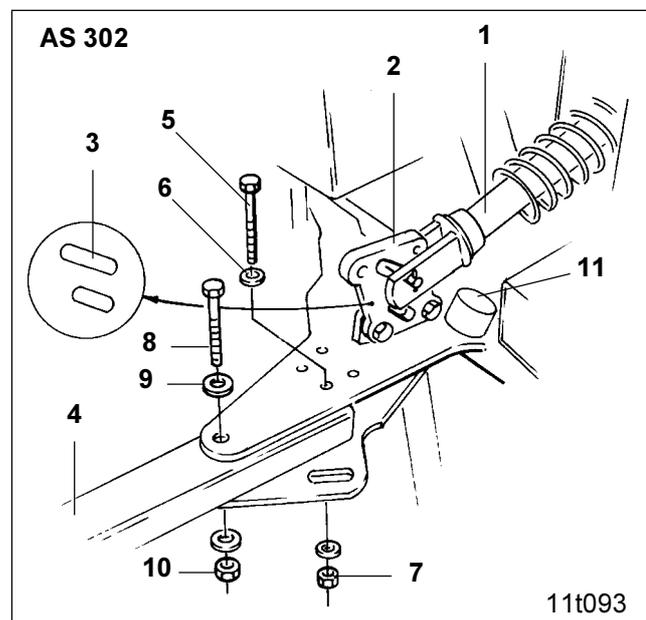
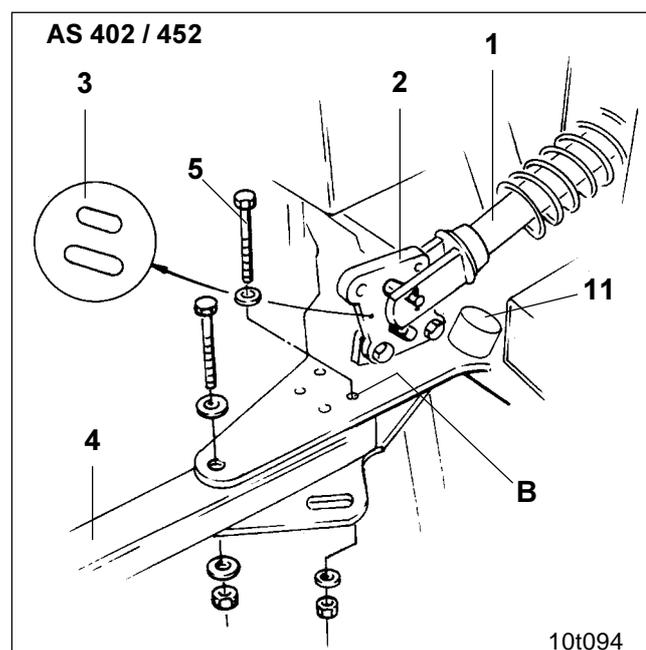
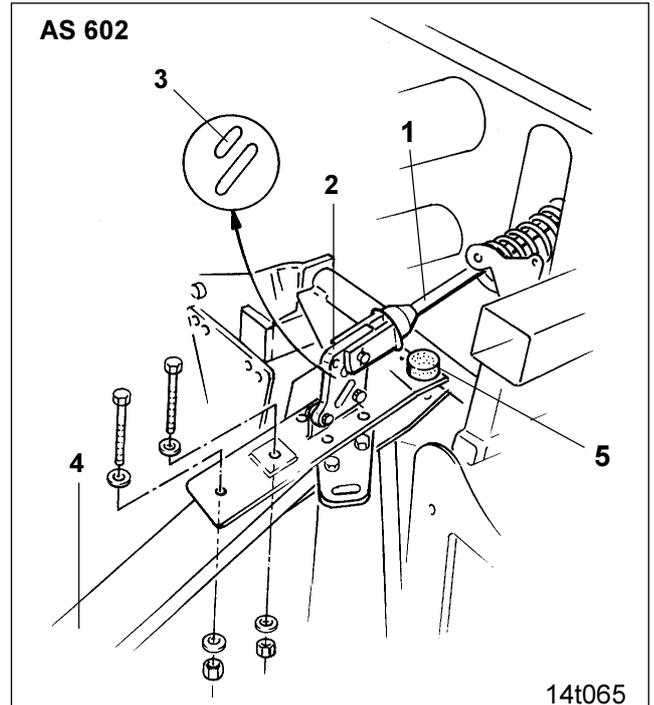

Fig. 24.5
Fig. 24.6
Fig. 24.7
Der Hydraulikzylinder (Fig. 24.5/1) muß an der Lasche (Fig. 24.5/2) im längeren Langloch (Fig. 24.5/3) befestigt sein. Lasche (Fig. 24.5/2) evtl. umschauben.
Spuranreißer-Ausleger (Fig. 24.5/4) anschrauben und zwar mit:
- einer Skt.-Schraube M6 x 90, 8.8 DIN 931 (Fig. 24.5/5),
- zwei Scheiben 6,4 x 18 x 1,6 DIN 9021 (Fig. 24.5/6) und
- einer Sicherungsmutter M6, 8 DIN 980V (Fig. 24.5/7).
- einer Skt.-Schraube M14 x 100, 8.8 DIN 931 (Fig. 24.5/8),
- zwei Spannscheiben 14 DIN 6796 (Fig. 24.5/9) und
- einer Sicherungsmutter M14, 8 DIN 980V (Fig. 24.5/10).
Der Hydraulikzylinder (Fig. 24.6/1) muß an der Lasche (Fig. 24.6/2) im kurzen Langloch (Fig. 24.6/3) befestigt sein. Lasche (Fig. 24.6/2) evtl. umschauben.
Spuranreißer-Ausleger (Fig. 24.6/4) anschrauben (Befestigungsmaterial siehe 3 m Arbeitsbreite).
Spuranreißer-Ausleger (Fig. 24.6/4) mit Skt.-Schraube M6 x 90, 8.8 DIN 931 (Fig. 24.6/5) in Bohrung „B“ (Fig. 24.6) anschrauben.
Hydraulikzylinder (Fig. 24.7/1) an der Lasche (Fig. 24.7/2) im kurzen Langloch (Fig. 24.7/3) befestigen. Lasche (Fig. 24.7/2) evtl. umschauben.
Spuranreißer-Ausleger (Fig. 24.7/4) anschrauben (Befestigungsmaterial siehe 3 m Arbeitsbreite).
Die Puffer (Fig. 24.5/11, Fig. 24.6/11 bzw. Fig. 24.7/5) dürfen nicht entfernt werden und müssen bei Verschleiß ersetzt werden!
Befestigen Sie den Spuranreißer-Ausleger, wie in den Figuren (Fig. 24.5 und Fig. 24.6) gezeigt.